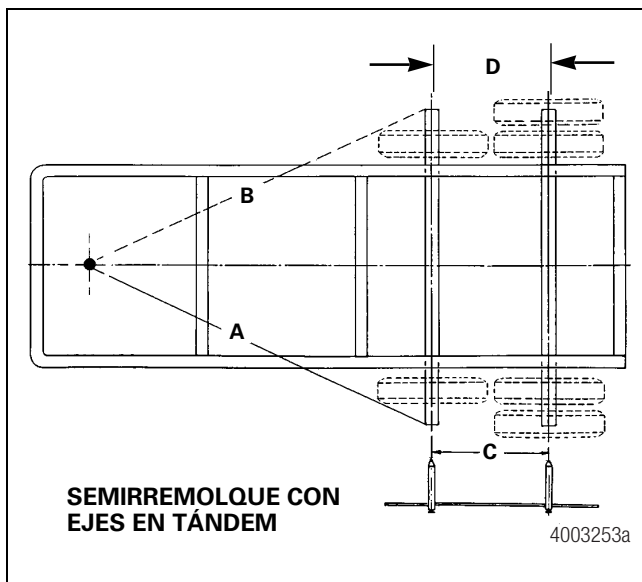

Figura 8.9
2. Mida "C" y "D", la distancia entre los ejes de la parte delantera y la parte trasera por el lado de la carretera y del bordillo del semirremolque. La diferencia entre estas dimensiones no debe ser superior a ± 0.03125 pulgada (± 0.79 mm). De ser necesario, ajuste el eje trasero hasta que la diferencia cumpla con las especificaciones. Figura 8.9.